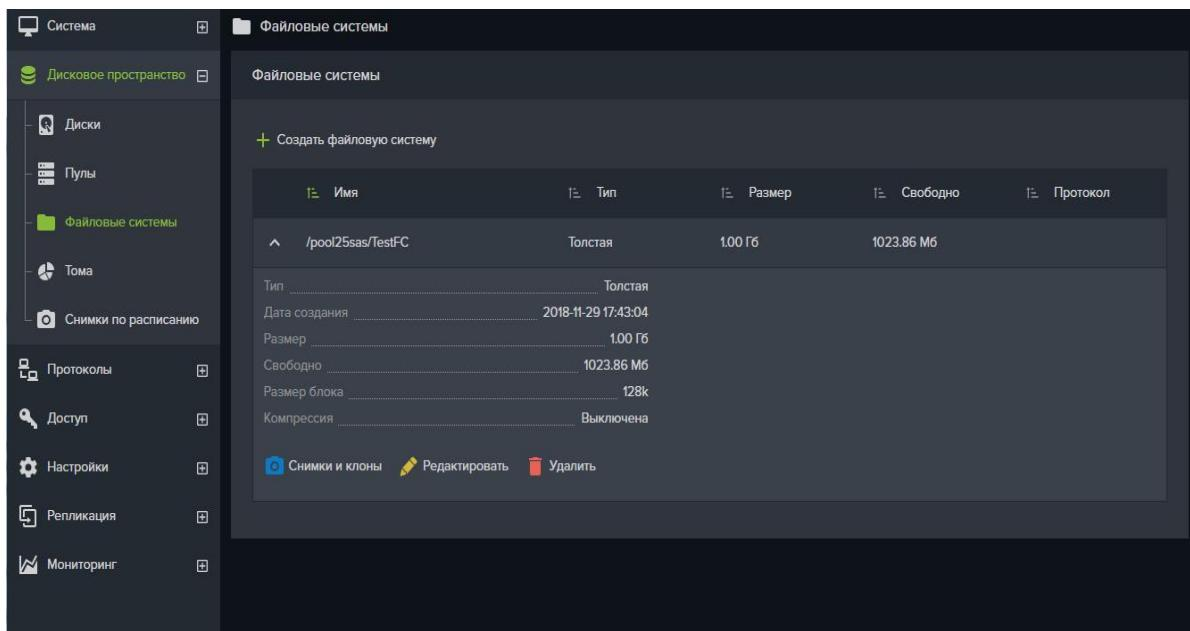

Рисунок 59. Удаление файловой системы
- Нажмите на кнопку «Удалить» (см. Рисунок 59);